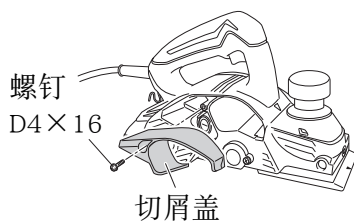

图 28
- (1) 取下切屑盖内的螺钉 $D4 \times 16$ ，如图 28 所示地拆下切屑盖。